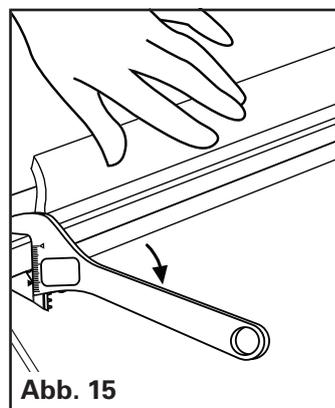

Abb. 15
3. Eine Hand auf das Blatt legen und es gegen die Trommel drücken (Abb. 15).
4. Die Stange zurück drehen; dabei das Blatt gegen die Trommel drücken (Abb. 15).